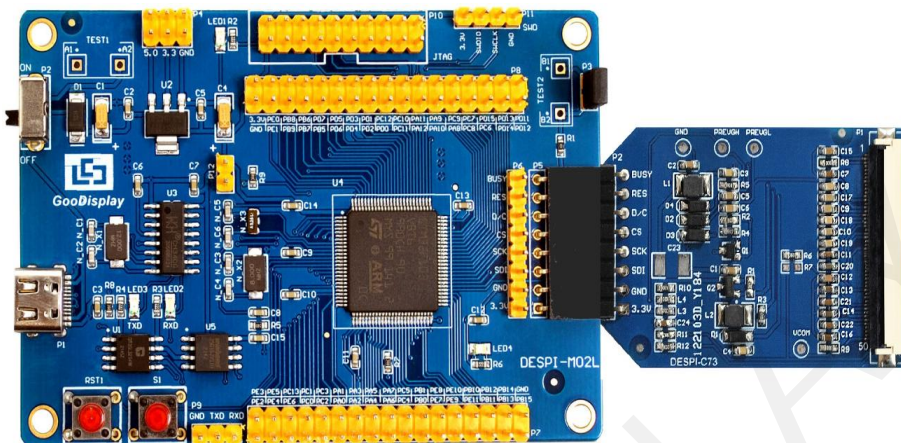

图 3 主板与转接板连接方式
1) 将主板和转接板以图3所示方式相连，将电子纸显示屏FPC以图4所示方式连接至转接板的连接器。